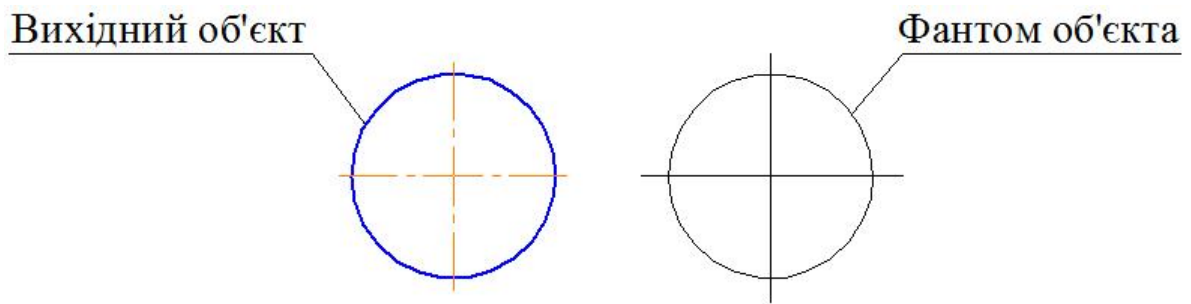

Рис. 66
4. Перемістити мишу. На екрані з'явиться фантом об'єктів (рис. 66).